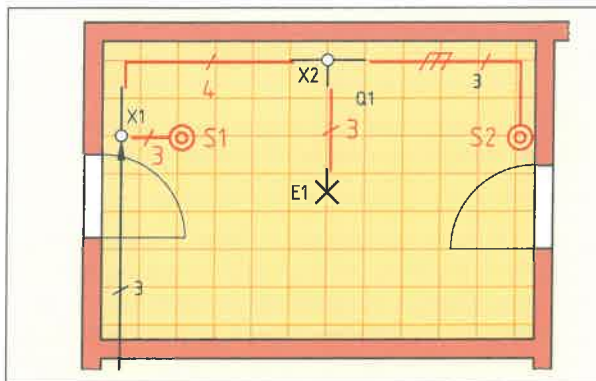

Bild 1: Installationsschaltplan
b) Zeichnen Sie die notwendigen Betriebsmittel und die Verbindungsleitungen mit den entsprechenden Aderzahlen in den Installationsschaltplan (Bild 1) ein.